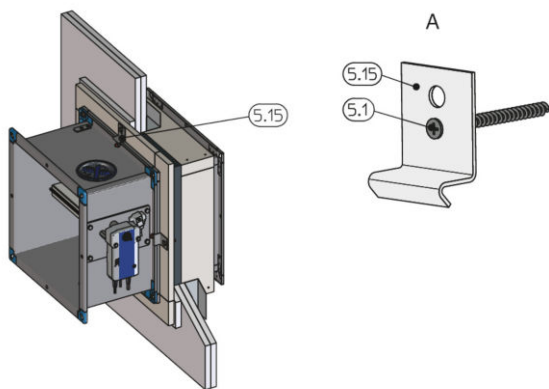

Abb. 104: Befestigung am umlaufenden Metallprofil
2. ▶ Brandschutzklappe mit Klammern und Schnellbauschrauben am umlaufenden Metallprofil befestigen, siehe Abb. 104.